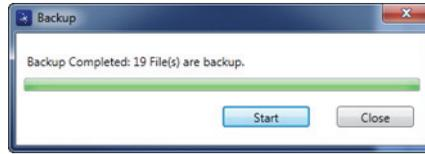

Figura 6-32 Cuadro de diálogo Backup (copia de seguridad completada)
6. Cuando la copia de seguridad ha finalizado, haga clic en el botón **Close**. Vea la Figura 6-32 en la página 363.